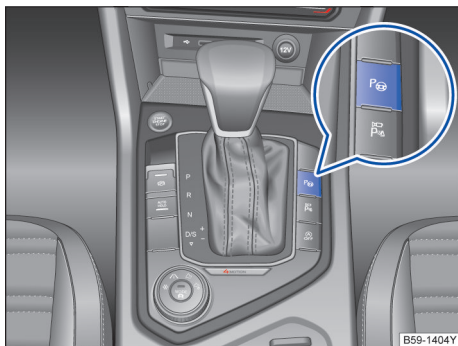
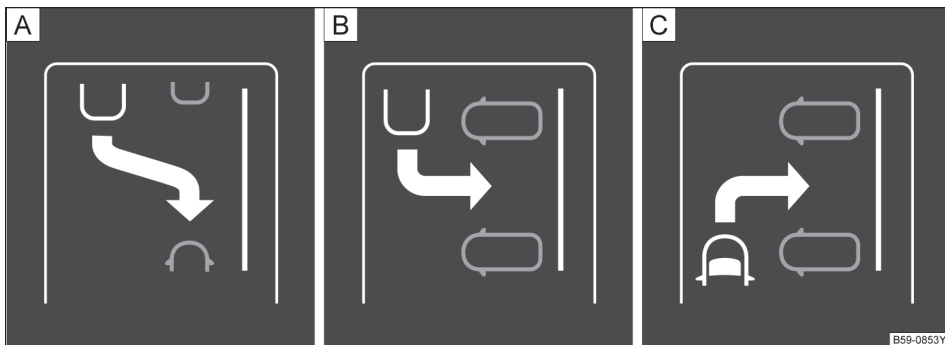
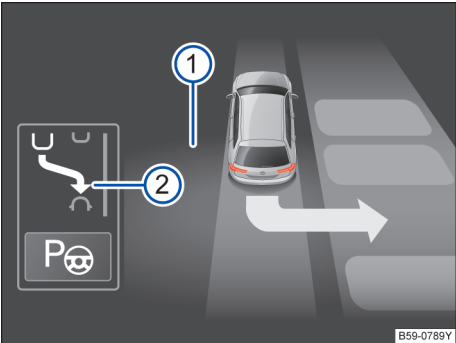

图 169 智能泊车辅助系统打开按钮
图 170 停车模式迷你显示概览：A 向后纵向驶入，B 向后横向驶入，C 向前横向驶入
图 171 在组合仪表显示器上：带迷你显示的智能泊车辅助系统显示
组成智能泊车辅助系统的零件包括位于前后保险杠上的超声波传感器、开启和关闭智能泊车辅助系统的按钮 (P) → 图 169 和组合仪表显示器上的显示。
开启智能泊车辅助系统后，在辨识到停车位时，会在组合仪表显示器上提出建议的驶入模式。智能泊车辅助系统自动选择停车模式。所选停车模式显示在组合仪表显示器上→图 171。其他备选停车模式显示为迷你检视→图 170。如果智能泊车辅助系统的选择结果与所需停车模式不符，则可再次按下按钮  →图 169，选择另一个停车模式。
3.	按下按钮  →图 169。 当智能泊车辅助系统已开启时，按钮  中的一个指示灯亮起。